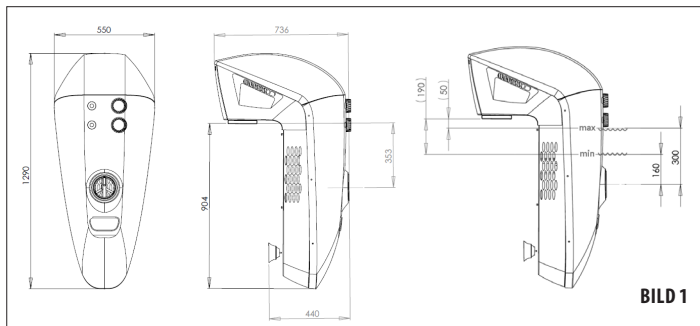

BILD 1
**Vattennivån i bassängen får inte överstiga 300 mm över motströmsanordningens munstyckens axlar (se bild 1).**
För att motströmsanordningen skall fungera korrekt är det nödvändigt att motströmsanordningens munstycke sänks ner maximalt 300 mm under bassängens vattenyta (se bild 1). Optimalt mått för nedsänkningen av munstyckena under vattenytan är mellan 170-290 mm. Vid installation av motströmsanordningen i bassängen är det inte nödvändigt att släppa ut luften ur pumphuset. Därför är det möjligt att installera en motströmsanordning i en bassäng som inte är fylld.